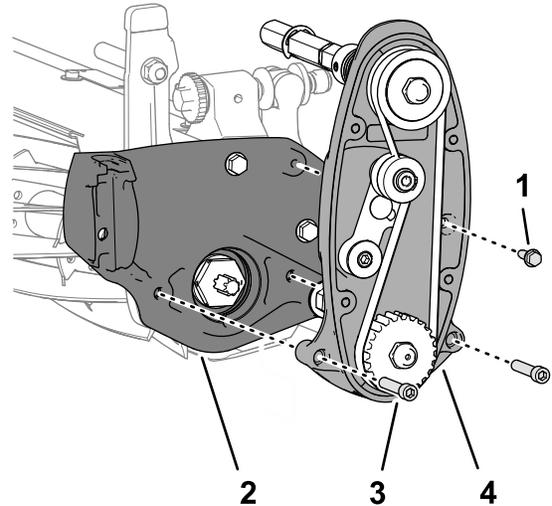

**Figura 6**
1. Retire los 4 tornillos con arandela prensada que sujetan la cubierta al alojamiento de la transmisión del molinete (Figura 6).